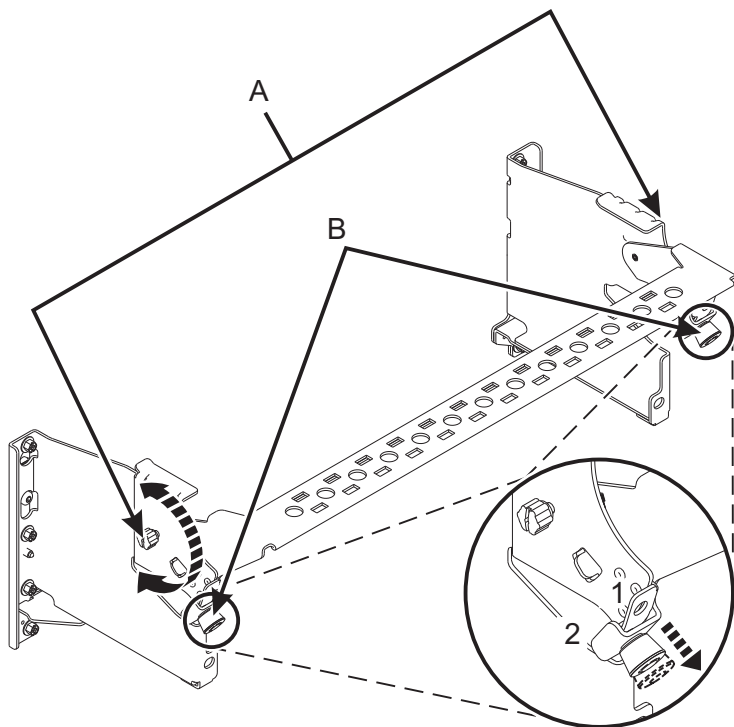

Figura 24. Col·locació de la peça de subjecció portacables en posició operativa
6. Poseu la peça de subjecció portacables en posició operativa. Consulteu la Figura 24 a la pàgina 24.